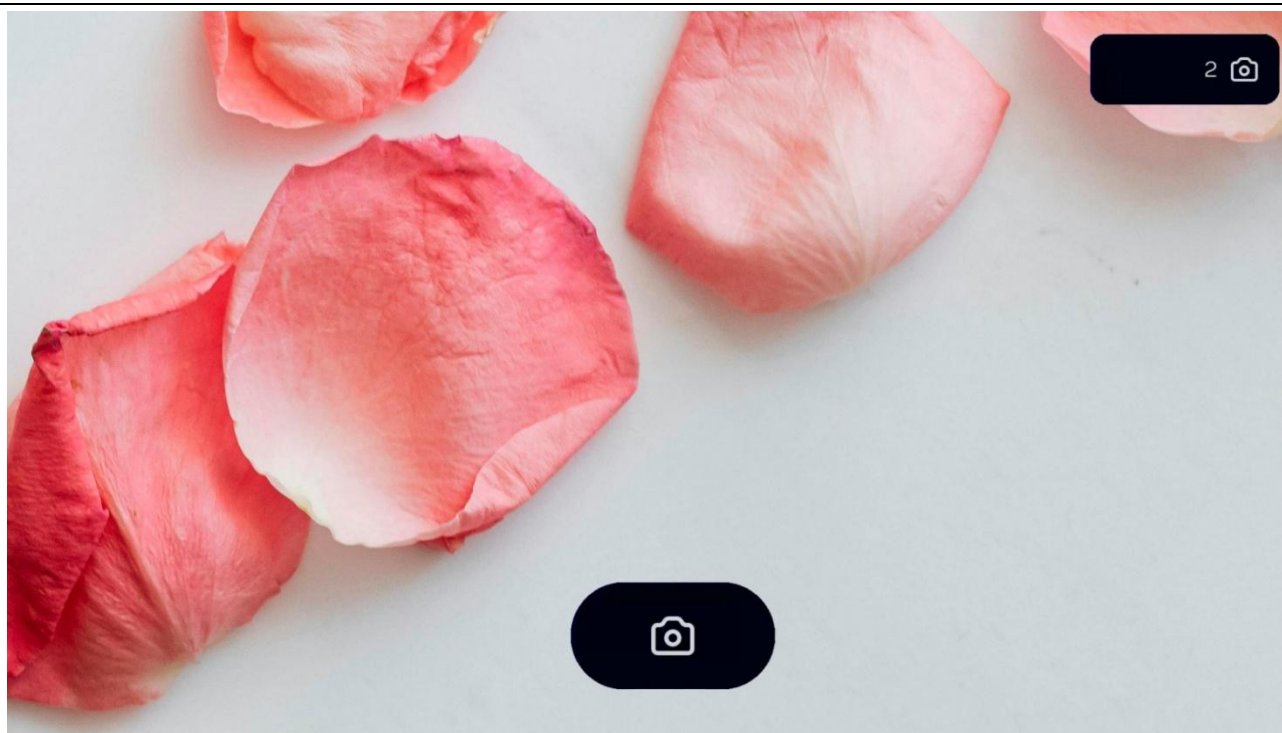

Figura 6 : Confirmação da imagem capturada
- Capture uma imagem pressionando brevemente «[1] » (veja Figura 6).